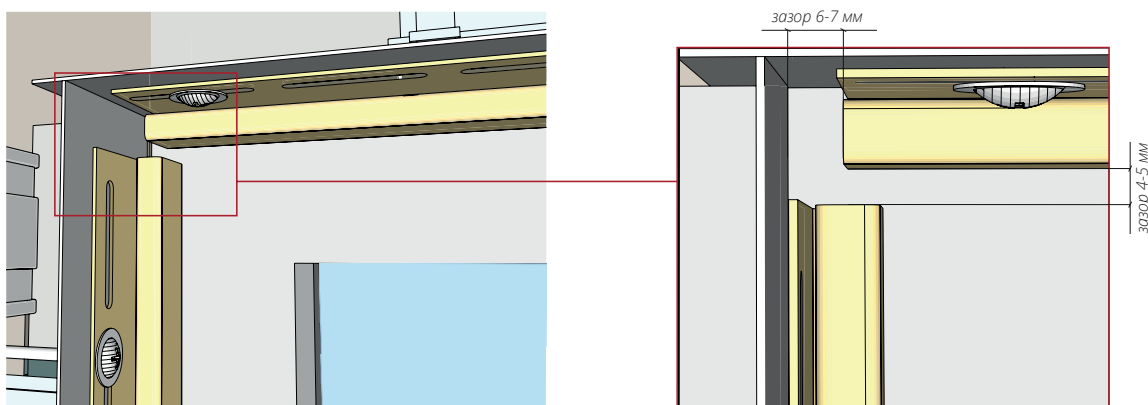
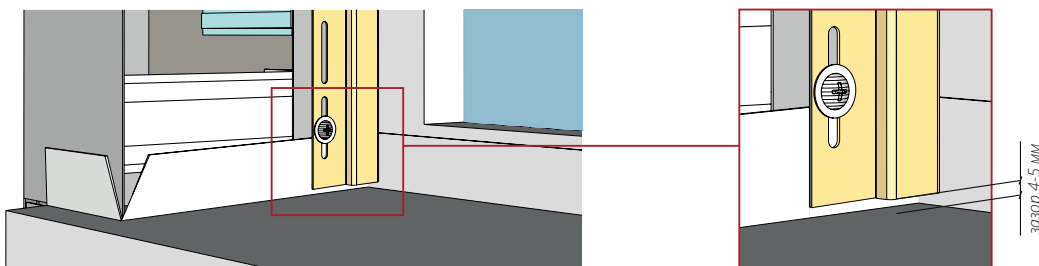

Рисунок 45
Рисунок 46
- 13.2** Согласно общим правилам монтажа, смонтируйте верхнюю горизонтальную финишную планку с зазором 6-7 мм с обеих сторон (рис. 45). Далее смонтируйте левую и правую финишные планки вертикально с зазором в верхней и нижней части 4-5 мм (рис. 45). В нижней части финишная планка должна быть подрезана параллельно отливу (рис. 46).